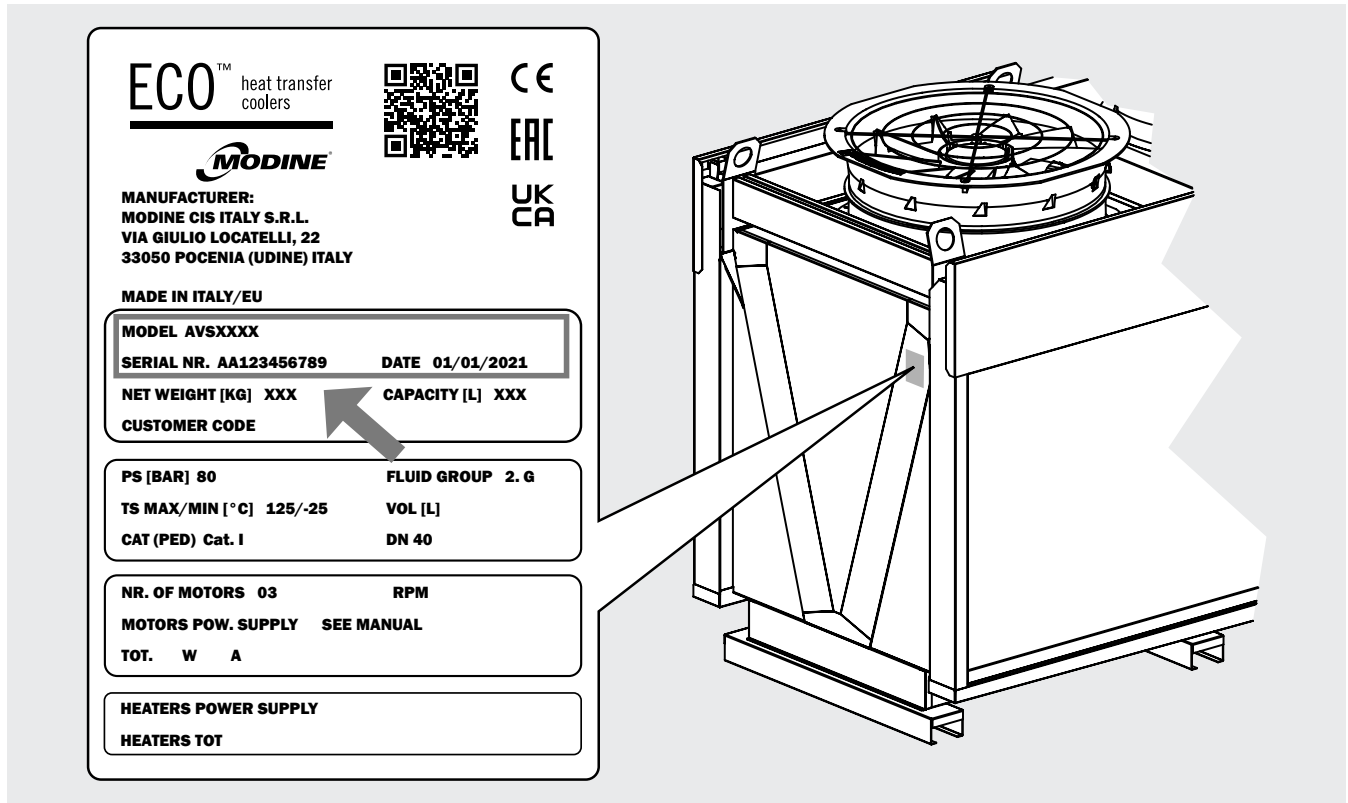

Abbildung 3
- 3.1 Für jegliche Kommunikation, Serviceanfragen oder Ersatzteile geben Sie bitte den Modellnamen und die Seriennummer an, die auf dem Typenschild angegeben sind, siehe Abbildung 3.